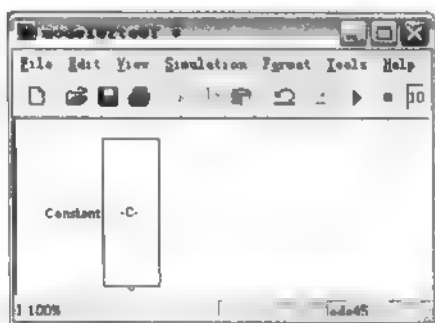
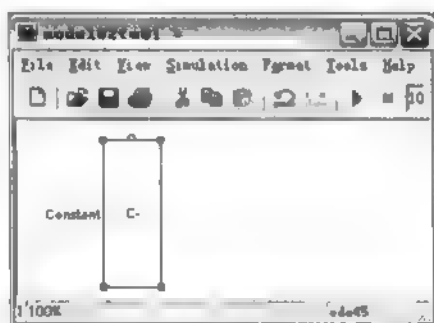

图 2.5 旋转 90° 后的常数模块
图 2.6 旋转 180° 后的常数模块
- 单击需要旋转的模块, 然后选择 Format | Rotate block 命令, 模块如图 2.5 所示;
Rotate block 是顺时针旋转 90° , Flip block 则是旋转 180° , 用法同上。在图 2.5 的基础上进行操作, 得到如图 2.6 所示的结果, 保存模型文件。